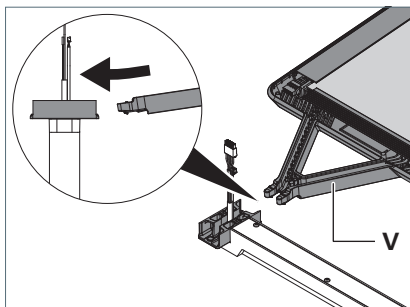

Fig. 12: Montare la testa dell'apparecchio 1.
1. Inserire il braccio di supporto **V** della testa dell'apparecchio con una leggera inclinazione verso il basso nell'adattatore fino alla battuta, vedere Fig. 12.